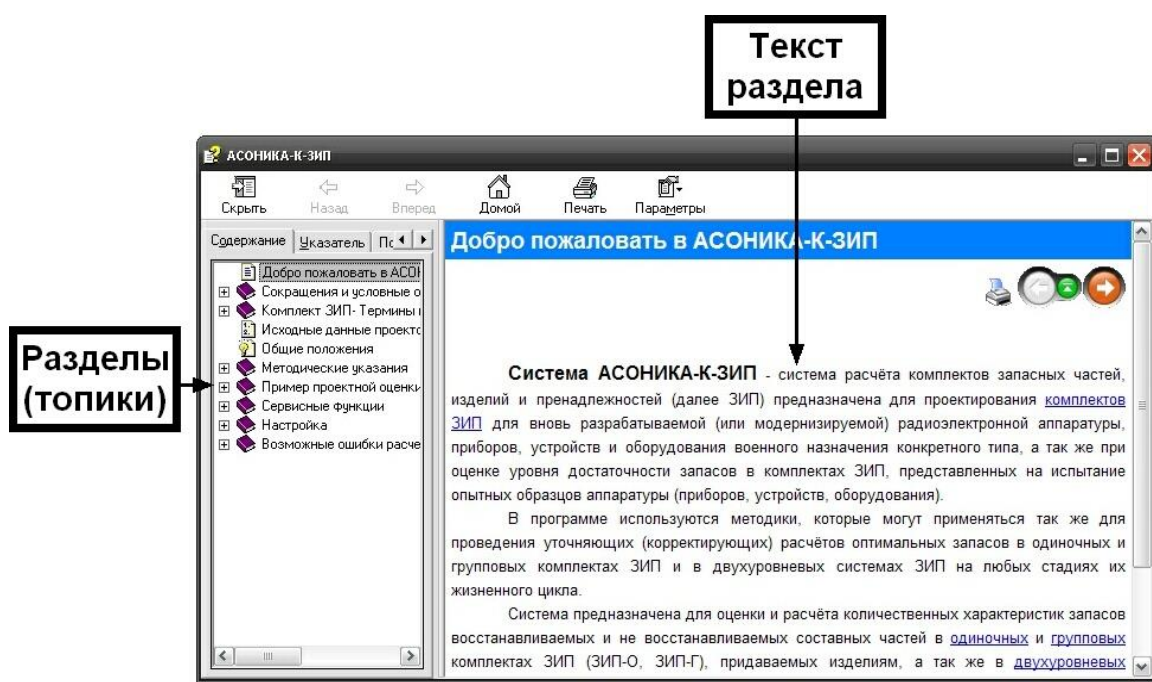

Рис. 3.27. Справочная системы: Выбор раздела и текст раздела «Добро пожаловать...»
- В появившемся окне (см. рис. 3.27), в окне «Окно темы», выберите интересующий Вас раздел (топик).